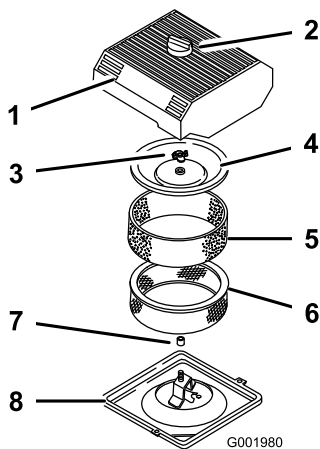

Figure 42
3. Nettoyez la surface autour du filtre à air pour éviter que des impuretés n'endommagent le moteur en tombant à l'intérieur (Figure 42).
4. Desserrez le bouton sur le couvercle du filtre à air et déposez le couvercle (Figure 42).
5. Sortez délicatement l'élément en mousse de l'élément en papier (Figure 42).
6. Dévissez l'écrou du couvercle et enlevez le couvercle et l'élément en papier (Figure 42).
1. Glissez délicatement l'élément en mousse sur l'élément en papier (Figure 42).
3. Vissez l'écrou à la main contre le couvercle (Figure 42).
4. Remettez en place le couvercle du filtre à air et le bouton (Figure 42).